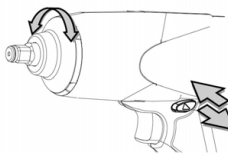

Fig. 5
4. För att backa maskinen (se fig. 5) använder du skjutreglaget för framåt/bakåt på drivenheten. Rotationsriktningarna visas även på skjutreglagets yta.